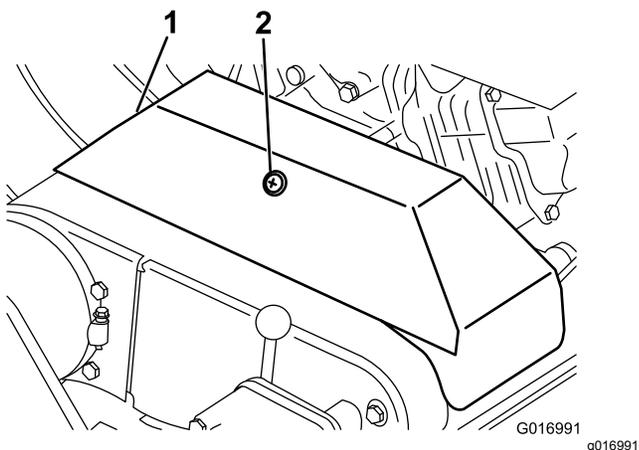

图46
- 松开固定 V 形皮带罩的卡环并将皮带罩旋开图46。
2. 松开固定V形皮带罩的卡环并将皮带罩旋开图46。